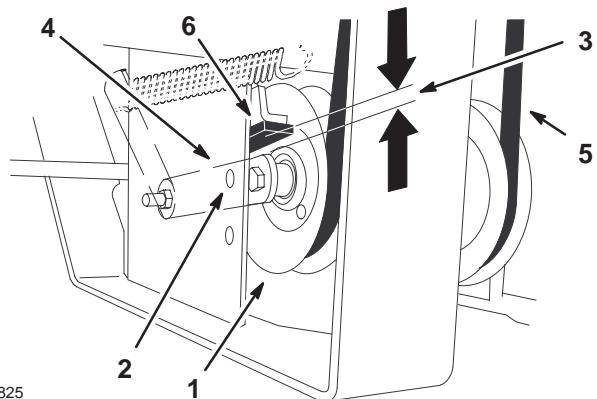

Figure 73
9. Contrôlez la distance entre la butée en caoutchouc et le bras de la poulie de tension à ressort quand la plaque de la poulie est tendue. On doit obtenir une distance de 0 à 6 mm (0 à 1/4 pouce) à partir de la butée (Fig. 73).